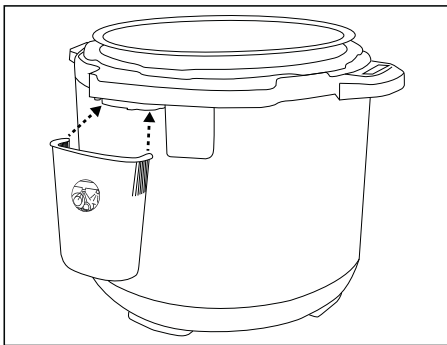

Fig. 3
- 2) Poussez le réservoir d'eau condensée 16 sur le support 15 (fig. 3). Le réservoir d'eau condensée 16 récupère l'eau qui se forme lors de la cuisson.